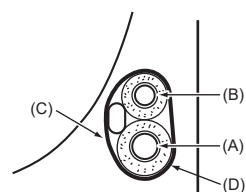

Abb. 4-5
4.5.1. Verstauen im Rohrleitungsraum der Anlage (Abb. 4-5)
- (A) Gasrohr